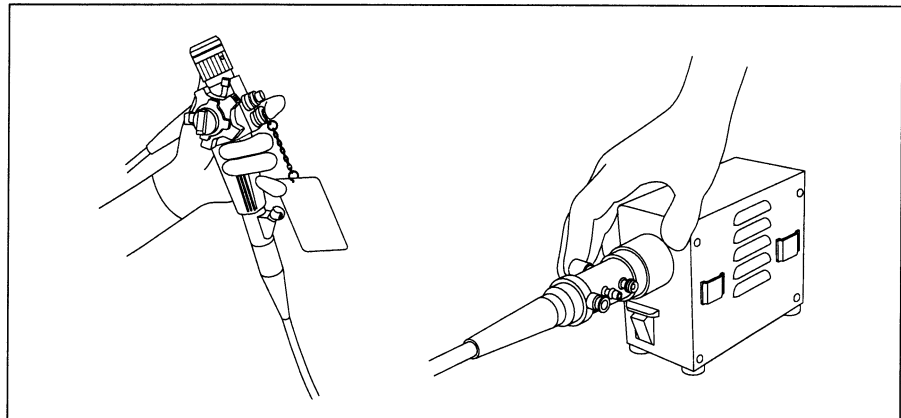

Рис. 4.2
2. Закройте ирригационное отверстие на эндоскопе пальцем. Нажмите и отпустите кнопку на адаптере для чистки канала подачи воздуха и воды. Повторяйте эту процедуру с интервалом порядка 30 секунд до тех пор, пока из дистального конца эндоскопа не перестанет поступать вода или спирт. (См. рис. 4.2.)